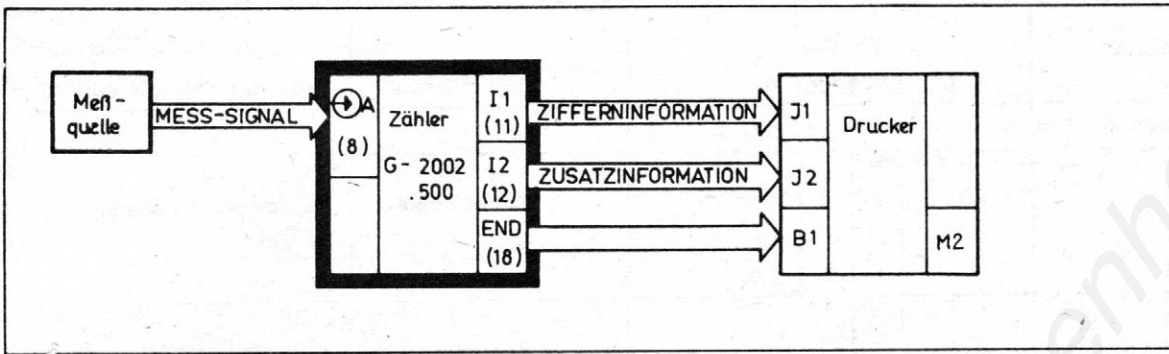

Bild 11: Verkettung von Zähler und Drucker für einmalige Auslösung durch Taste Handauslösung (4)
Soll nur ein einzelner Meßwert ausgedruckt werden, dann entfällt die Verbindung M2 des Druckers zu START EXT L (19) am Zähler (Bild 11). Für die Betriebsart "Zählen" darf nur die Verkettungsart nach Bild 11 verwendet werden.
**17** Wenn Schalter (20) auf EXT steht, ohne daß an (21) ein Signal liegt, werden die ersten 4 Stellen der Anzeige dunkelgetastet.
**21** Damit springt die Anzeige auf 000000. Das Tor ist geöffnet, die Torzeitanzeige (6) leuchtet. Wenn an Eingang (8) ein Signal anliegt, kann der Einzählvorgang an der Anzeige beobachtet werden.
**22** Das Tor ist nun wieder geschlossen und das Ergebnis steht an der Anzeige. Wenn die ersten 4 Stellen dunkel sind, wurde die Zählkapazität überschritten. Mehr als 9999999 Ereignisse kann der Zähler nicht verarbeiten. Zu beachten ist, daß eine Auslösung über START EXT (19) bei Verkettung nicht zulässig ist, da ja durch Betätigen der Taste (4) der Meßvorgang ausgelöst wird. END (18) kann wie üblich als Startsignal für einen nachfolgenden Drucker benutzt werden. (Verkettung nach Bild 11, Abschnitt "VORBEREITUNG ZUM BETRIEB").